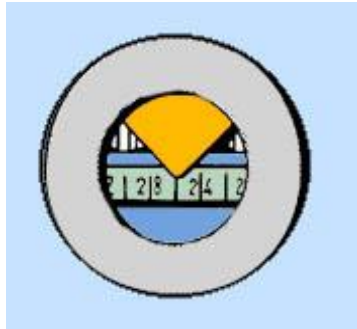

Figura 4.1.3.2.1.1 - Ponto de avanço à injeção.
- 3) gire o motor, no seu sentido normal de rotação, até que o ponto de avanço à injeção seja alcançado (no caso da figura 4.1.3.2.1.1, esse ponto se situa a 26° antes do PMS);